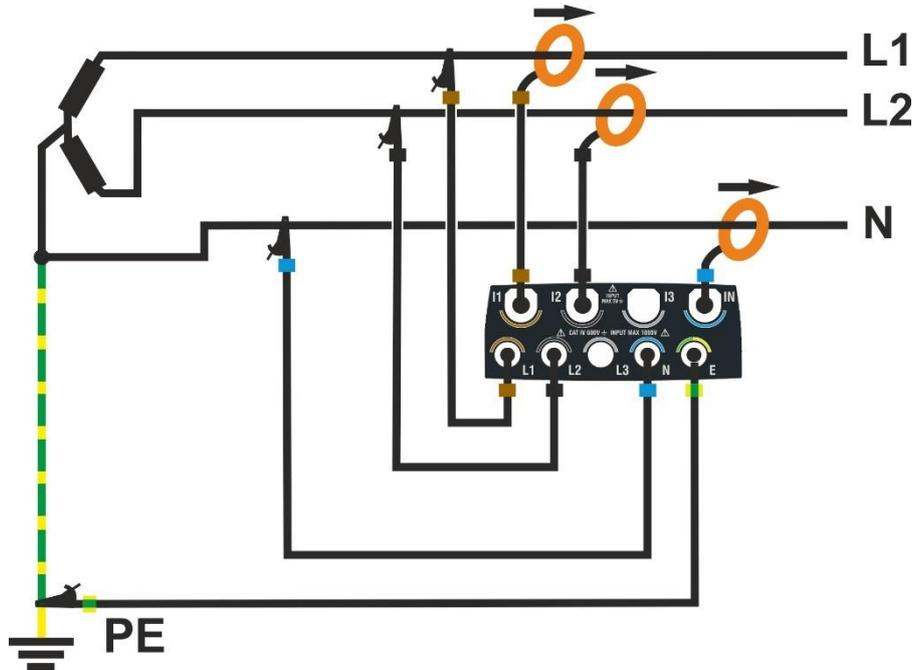

Fig. 69: Collegamento dello strumento in un sistema Trifase 3 fili 3F 2E
2. Collegare i cavi di tensione sui conduttori di L1, L2, N e PE come mostrato in Fig. 69